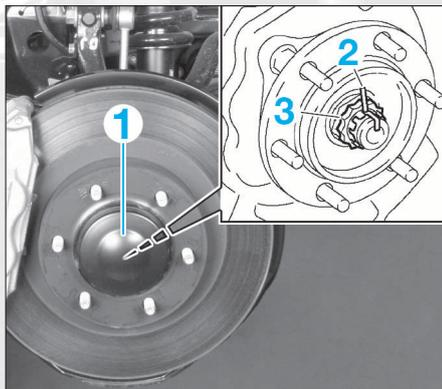

FIG. 3
- le cache (1).
- la goupille fendue (2) (fig. 3).